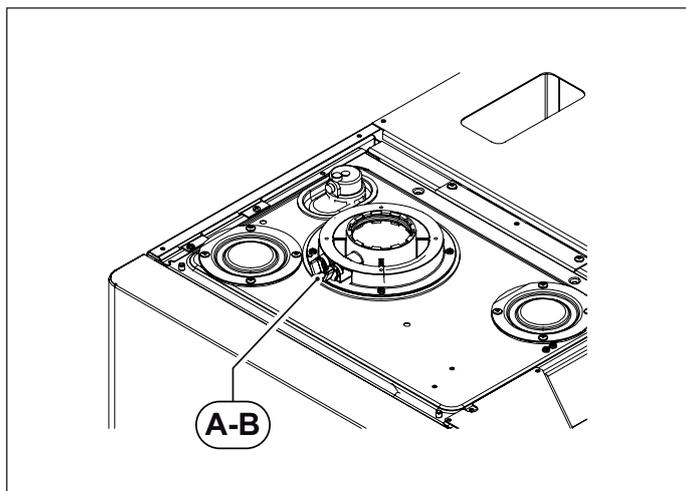
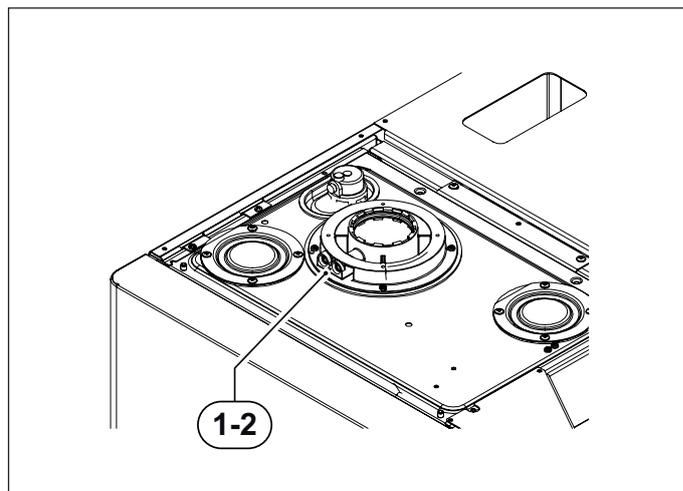

Fig. 15 Posizione tappi
Fig. 16 Posizione fori
La caldaia è provvista di una torretta per il collegamento della tubazioni di aspirazioni aria/scarico fumi (vedi Fig. 15 Posizione tappi e Fig. 16 Posizione fori).
Nella torretta sono stati predisposti dei fori per l'accesso diretto all'aria comburente ed allo scarico dei fumi (vedi Fig. 15 Posizione tappi).
Prima di effettuare le misurazioni togliere i tappi **A** e **B** dai fori predisposti sulla torretta (vedi Fig. 15 Posizione tappi).
- misura dell'aria comburente prelevata nell'apposito foro **1** (vedi Fig. 16 Posizione fori).
- misura della temperatura fumi e della CO2 prelevata nell'apposito foro **2** (vedi Fig. 16 Posizione fori).